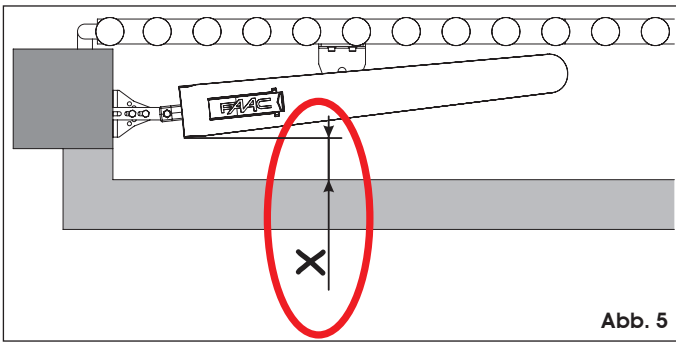

Abb. 5
**Nach der Montage des Antriebs sicherstellen, dass das Maß „X“ aus Abb. 5 mindestens 500 mm beträgt. Wenn das Maß „X“ weniger als 500 mm beträgt, muss ein Aufpralltest entsprechend den Vorschriften der Norm UNI EN 12445 vorgenommen werden, wobei sicherzustellen ist, dass die gemessenen Werte den Vorgaben nach UNI EN 12453 entsprechen. Wenn die gemessenen Werte den Vorgaben der Norm nicht entsprechen, muss der Bereich mit einer Schutzvorrichtung nach UNI EN 12978 abgesichert werden.**